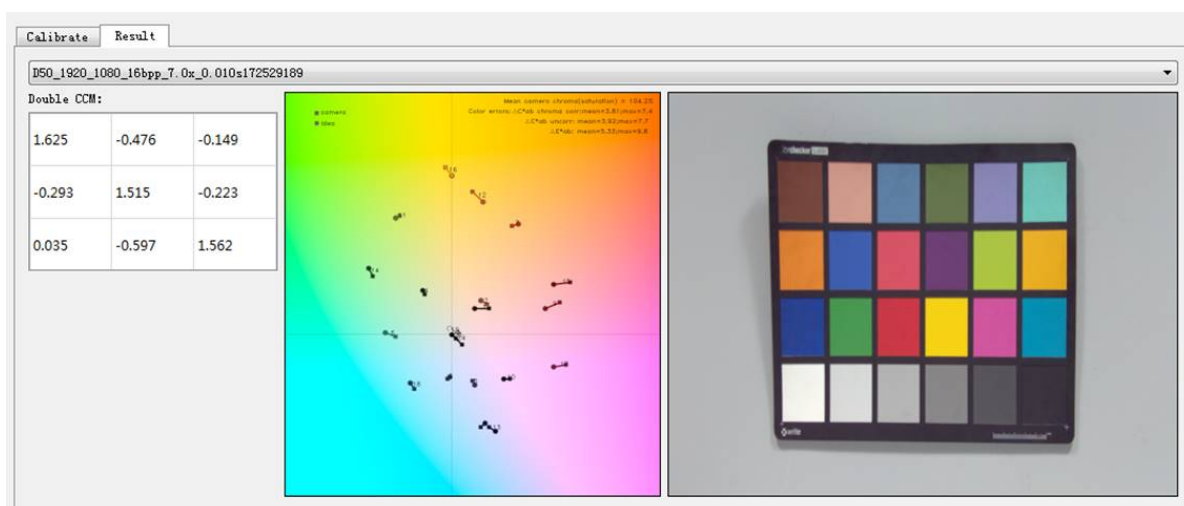

图4-5-2-5
10. 若出现 ΔE 超出预期的情况，有可能是Raw图亮度过高导致，可以右键图4-5-2-2中右侧的色卡图像，点击Save Current，将图片保存下来，检查各个色块是否有过曝或某通道饱和的情况（由于CCM标定时会引入Gamma曲线，有可能导致标定色块饱和）；